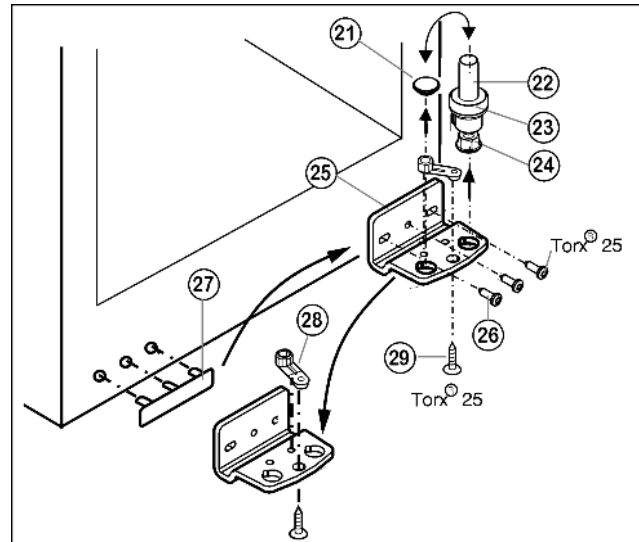

Fig. 5
- ▶ Извлеките опорный винт Fig. 5 (22) в комплекте с шайбой Fig. 5 (23) и регулируемой опорой Fig. 5 (24), вытягивая его вверх.
- ▶ Снимите пробку Fig. 5 (21).
- ▶ Открутите Fig. 5 (26) опорный кронштейн Fig. 5 (25).
- ▶ Открутите Fig. 5 (29) опорную деталь Fig. 5 (28) и, переставив в отверстие на противоположной стороне опорного кронштейна, снова прикрутите.
- ▶ Осторожно снимите и переставьте на противоположную сторону крышку со стороны ручки Fig. 5 (27).
- ▶ Снова прикрутите опорный кронштейн Fig. 5 (25) на новой стороне шарнира (с моментом 4 Нм). При необходимости используйте аккумуляторный шуруповёрт.
- ▶ Переставьте пробку Fig. 5 (21) в свободное отверстие.
- ▶ Вновь установите опорный винт Fig. 5 (22) в комплекте с шайбой и регулируемой опорой. При этом фиксатор должен быть направлен назад.
- ▶ Установите дверцу сверху на нижний опорный палец Fig. 5 (22).
- ▶ При необходимости выровняйте дверцу через два продольных паза в нижнем опорном кронштейне Fig. 5 (25) параллельно корпусу устройства. Для этого выкрутите средний винт.